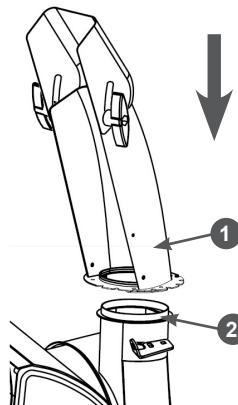

Рис. 11 Установка жёлоба выброса снега
- установите жёлоб 1 выброса снега на соединительный фланец 2 отверстия выброса снега на кожухе шнеков (Рис. 11);